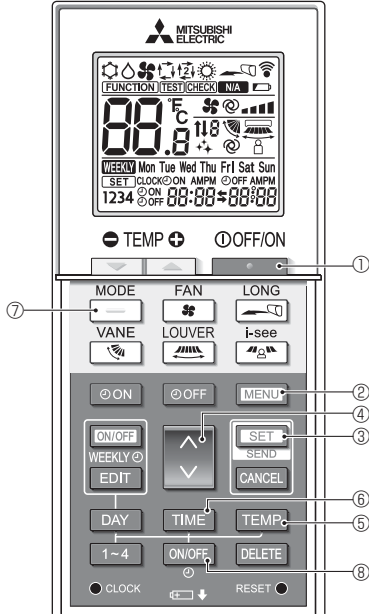

Fig. 4-10
1. **SET** düğmesine ③ basın.
2. İşlev No. Ⓐ yanıp söner. (Fig. 4-10)
3. **MENU** düğmesine ② basın.